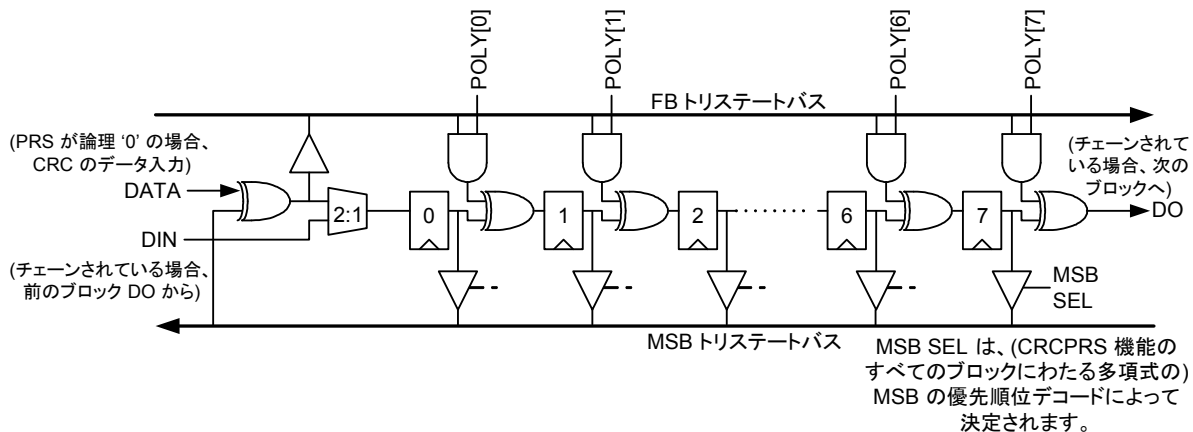

図 17-4. CRCPRS LFSR の構造
図 17-4 で示されるように、LSFR (線形帰還シフトレジスタ) の構造は変調シフトレジスタジェネレータとして実装されます。CRC 演算では、チェーンの最下位ブロックは DATA 入力に MSB およびその XOR を入力します。PRS 演算では、DATA 入力は (入力選択で) 論理 '0' にされるので、MSB バスは FB バスに直接接続されます。チェーンブロックの場合、データ入力 (DIN) は前のブロックの LFSR のデータ出力 (DO) から直接到達します。多項式の優先順位デコードから派生する MSB 選択は、MSB バスを駆動するトリステートドライバの 1 つを有効にします。